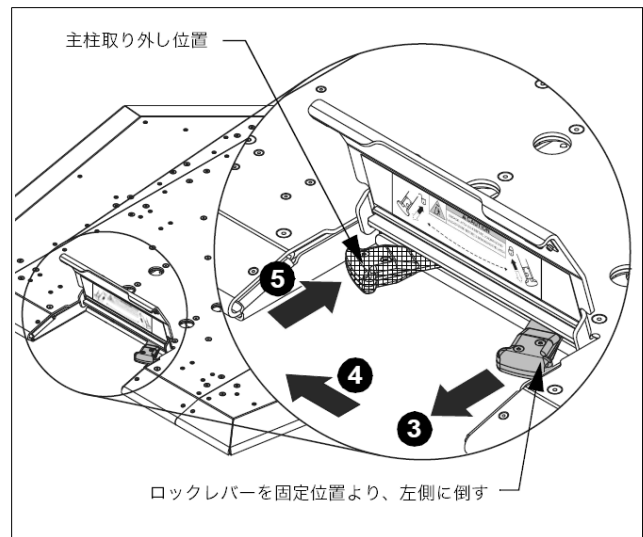

図 15
- 5) ハンドルがベースに格納されるように押し込むと支柱部分のロックが解除されます。【図 15】